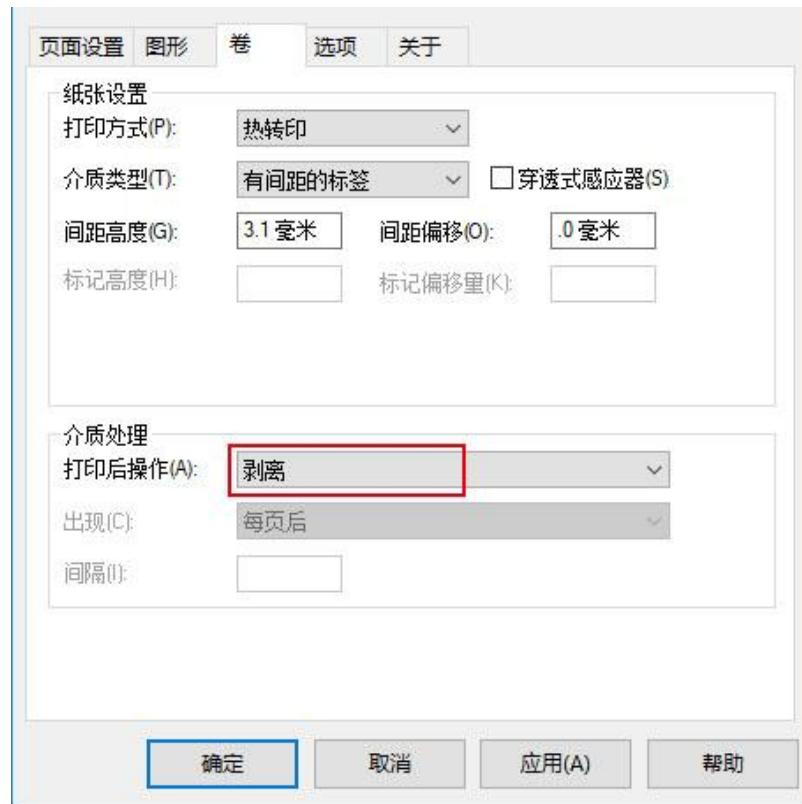

图 2-24
-> “打印机后操作”->“剥离”，开启打印机的剥纸功能。如图 2-24 所示。